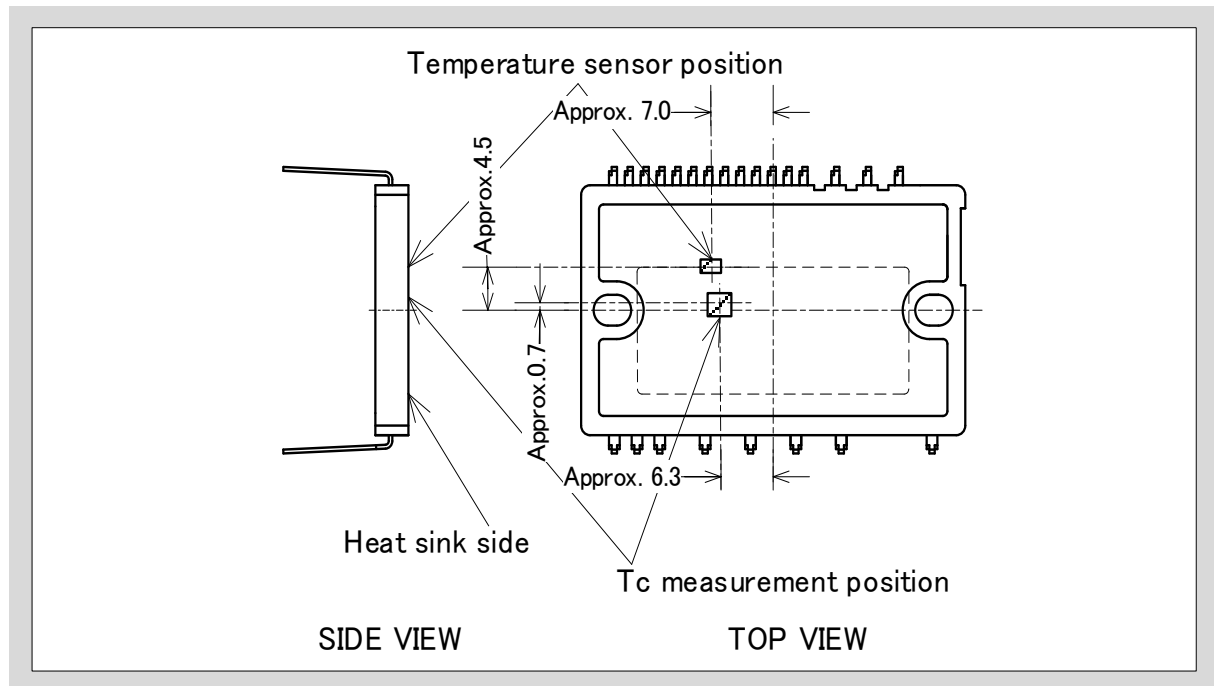

図6-1 温度センサ位置と  $T_c$  の測定位置
- ヒートシンクを選定する場合は、図6-1に示す位置で本製品の温度  $T_c$  を直接測定し、素子発生損失と素子熱抵抗からチップ温度  $T_j$  を計算し、絶対最大定格以下となっていることを確認してください。また、本製品は温度センサを内蔵しており、LVICのチップ温度に従って出力されるアナログ電圧にて  $T_{vj}$  を確認することができますので、ヒートシンク選定の参考としてください。